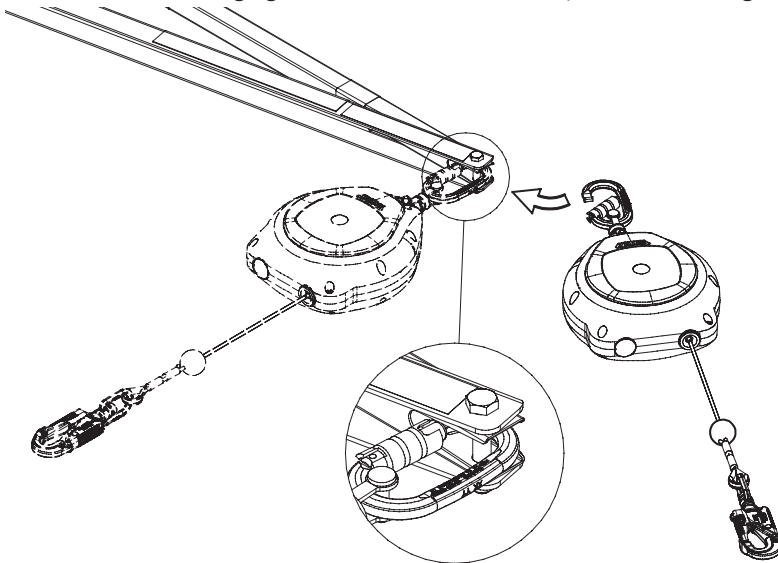

Abbildung 29. Anbringen eines Höhensicherungsgeräts Falcon (6,2 m)
10.2. Schließen Sie das Höhensicherungsgerät an. Stellen Sie sicher, dass die Komponente ordnungsgemäß am SkyReach Anker befestigt und gesichert ist. Abbildung 29 zeigt, wie das Höhensicherungsgerät (6,2 m) am Ankerpunkt befestigt ist.